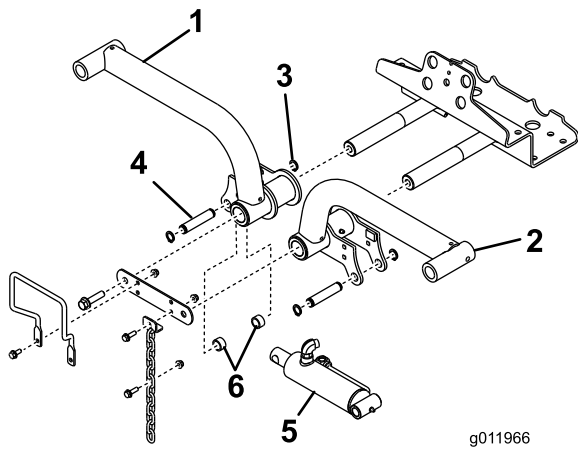

图15
4. 将提升臂插到提升臂枢轴上 (图15)，用之前卸下的提升臂枢轴连杆和螺栓分别固定。
- 用 2 个安装销和 2 个隔片将提升油缸的右端固定至右提升臂上 (图15)。用卡环将其固定。